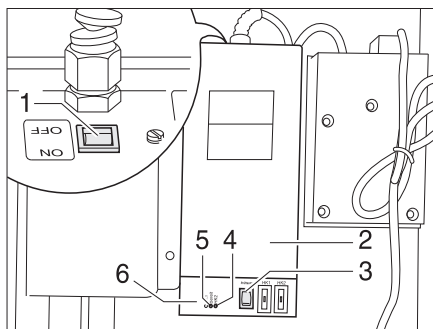

Fig. 117 Transformateur avec régulateur
Le transformateur 230 V AC/12 V DC (Fig. 117,2) est, suivant le modèle, monté dans la penderie ou dans la banquette de la dinette.
- Le voyant de contrôle (Fig. 117,5) s'allume en vert : Régulateur en marche
- Les voyants de contrôle (Fig. 117,4 et 6) s'allument en rouge : Les conduites des eaux usées sont chauffées
Un bouton-poussoir de contrôle (Fig. 117,3) est intégré dans le boîtier, ce bouton permet d'enclencher brièvement le régulateur. En appuyant sur le bouton-poussoir de contrôle, vous pouvez tester le fonctionnement du chauffage, même si la température ambiante est supérieure à 5 °C.
- Placer l'interrupteur (Fig. 117,1) du transformateur (Fig. 117,2) sur "ON".
- Placer l'interrupteur (Fig. 117,1) du transformateur (Fig. 117,2) sur "OFF".